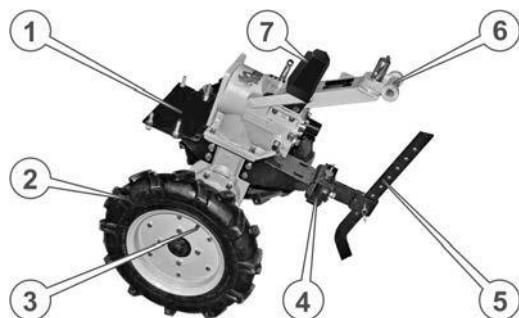

Рисунок 6 – Стійке положення мотоблока на сошнику
7. Поставити центральний вузол на колеса, утримуючи його від падіння вперед або назад. Встановити в причіпну цапфу регулятор глибини обробки ґрунту, зафіксувати його пальцем і шплінтом, підняти регулятор у крайнє верхнє положення й обперти на нього мотоблок, який Ви складаєте (див. рисунок 6.)